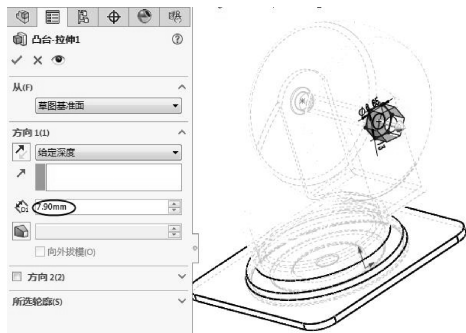

图 7-107 创建拉伸实体
- 11 退出草图模式后，创建深度为 7.9 的拉伸实体，如图 7-107 所示。